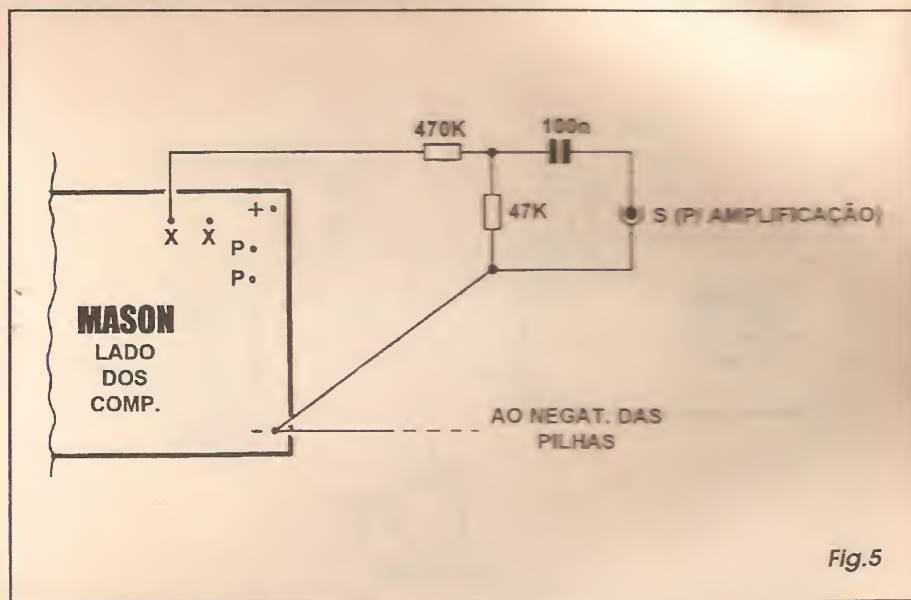

Fig.5
**- FIG. 5 - EXTRAINDO OS SINAIS DA MASON, PARA AMPLIFICAÇÃO DE POTÊNCIA** - Conforme mostra claramente o diagrama (setor da placa observado pela face não cobreada...), é fácil *puxar* o sinal da MASON para a entrada *auxiliar* de um amplificador de potência convencional (seja alimentado por bateria, seja energizado diretamente pela rede C.A. local...): basta *não incluir* o transdutor piezo, e anexar os três componentes indicados, ligados *nos conformes* da figura! Observar que apenas um dos pontos X-X é utilizado, desprezando-se o outro (pode-se escolher qualquer dos dois, para a função ativa...). No restante, as ligações devem permanecer como na FIG. 4... Uma *dica*: se (como é muito provável...) a alimentação geral do módulo amplificador de potência anexado for em valor superior aos 6 VCC necessários ao circuito da MASON, é possível, através de um pequeno arranjo com diodo zener e resistor, *furtar* a energia para o módulo do dito amplificador, sem problemas, mesmo porque o regime mínimo de corrente da MASON absolutamente não interferirá com o funcionamento do amplificador...